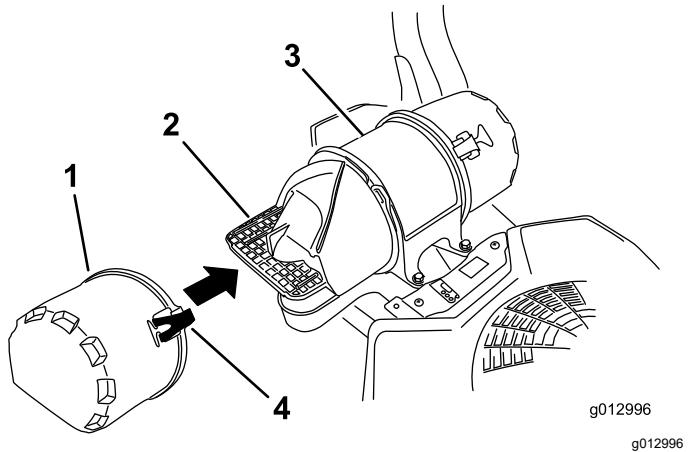

Figura 37
3. Abra los cierres del limpiador de aire y tire de la tapa de la entrada de aire para separarla del cuerpo del limpiador de aire (Figura 37).
5. Instale la tapa de la entrada de aire y sujetela con los enganches (Figura 37).